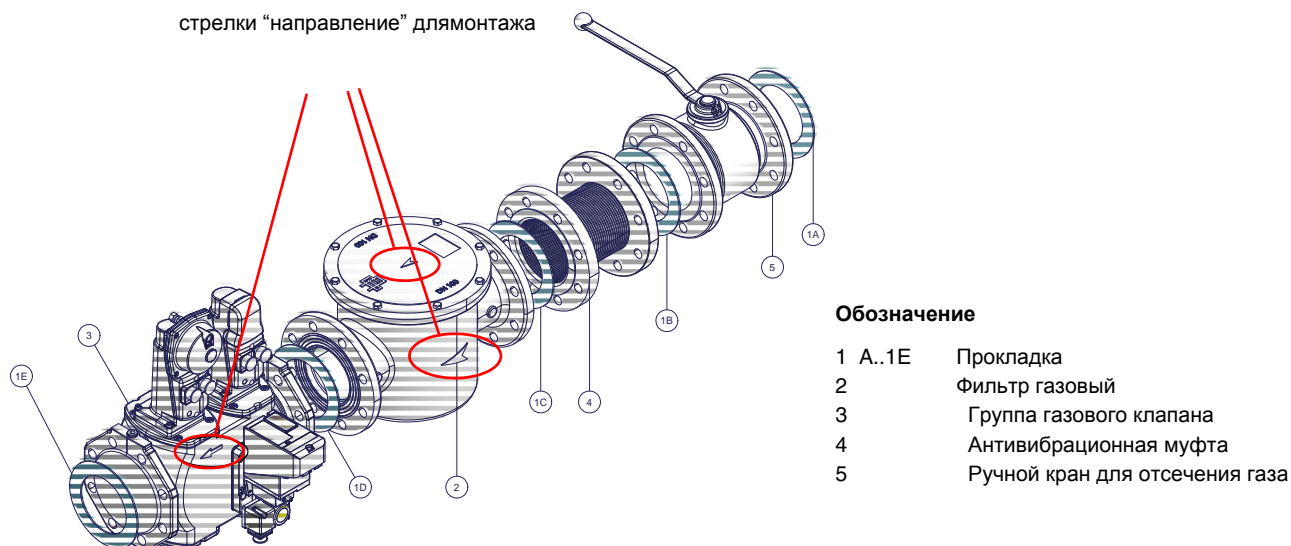

Рис. 8 - Пример газовой рампы
- 1-б) при фланцевых соединениях: между соседними компонентами устанавливать прокладку (Рис. 8), совместимую с используемым газом,
ВНИМАНИЕ: после монтажа газовой рампы согласно схеме на Рис. 8, необходимо провести тестирование на герметичность газового контура, согласно требований действующих нормативов.